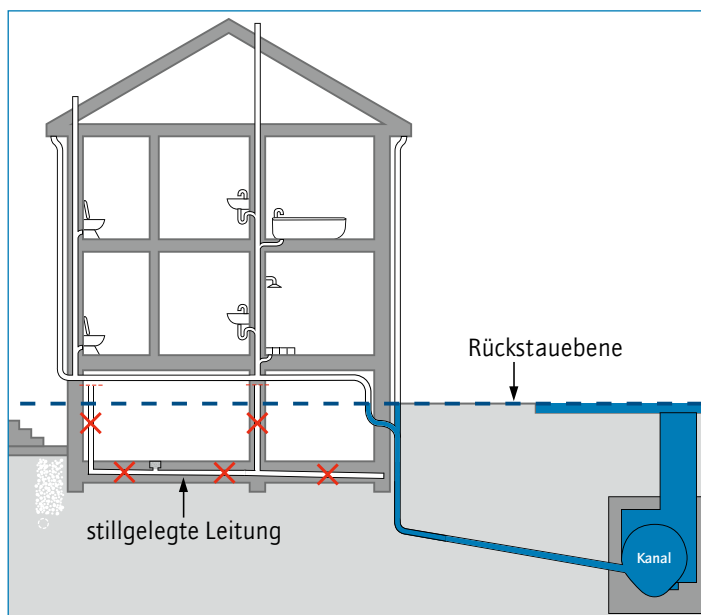

Abb. 38c – Leitungsführung oberhalb der Rückstauenebene
- ◆ Rohrverlegung, z. B. um das Gebäude herum und nicht in das Gebäude hineinführend oder die Entwässerungsleitung im Gebäude unter die Kellerdecke verlegen und Leitungen unter der Bodenplatte stilllegen (Abb. 38c)